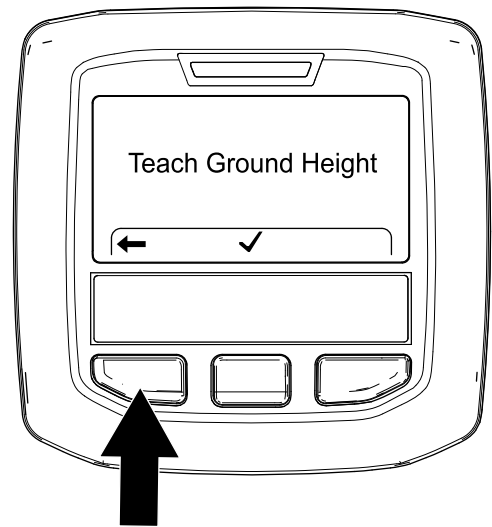

Bild 71
7. Drücken Sie die linke InfoCenter-Taste, um die Anwendung „Bodenhöhe einlernen“ zu beenden (Bild 71).